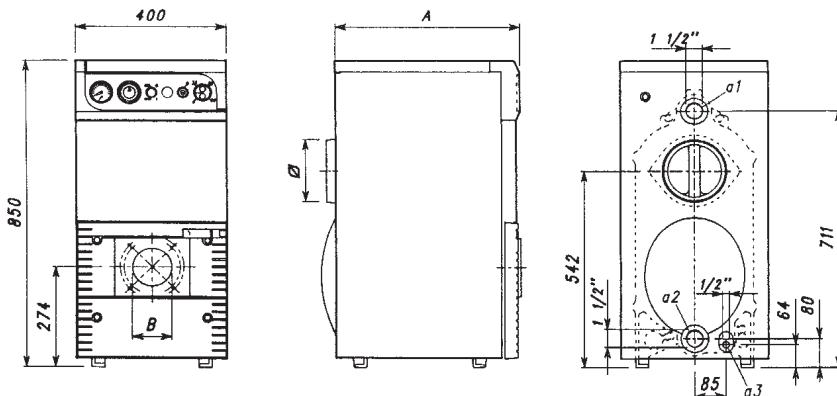

Рис. 2
2.01 Технические характеристики и размеры (рис. 2 и таблица 1)
Соедините котел с системой водоснабжения здания (помещения) согласно указателям, размещенным на схеме рис.2 настоящей инструкции. Соединение должно выполняться без механических напряжений. Предохранительный клапан нужно размещать как можно ближе к котлу, так, чтобы между клапаном и котлом не было никаких механических приспособлений (вентиляй, затяжек и т.п.).